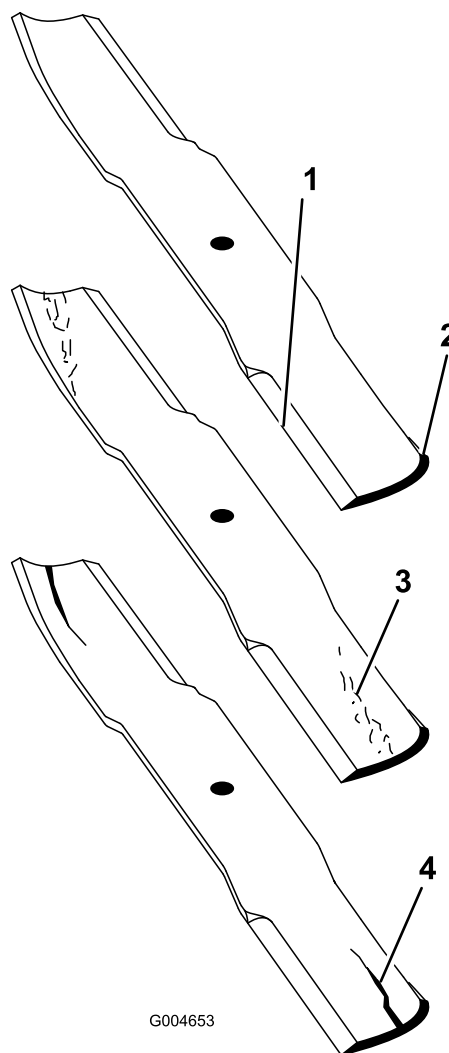

Figura 115
2. Verificate accuratamente i taglienti, con particolare attenzione ai punti d'incontro delle sezioni piatta e curva della lama (Figura 115).
Nota: Sabbia e materiali abrasivi possono consumare il metallo che connette le sezioni piatta e curva della lama, per cui si consiglia di controllare la lama prima di usare il tosaerba. Se riscontrate segni di usura (Figura 115), sostituite la lama.